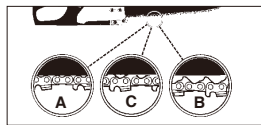

Fig. 5
⚠ FORSIKTIG: Hvis motorsagen er FOR LØS eller FOR STRAM, vil slitasjen øke på tannhjølet, skinnen, kjeden og veivaksellagene. Studer Fig. 5 for informasjon om riktig kaldspenning (A), korrekt varmspenning (B), og som en veiledning for når sagkjeden må justeres (C).